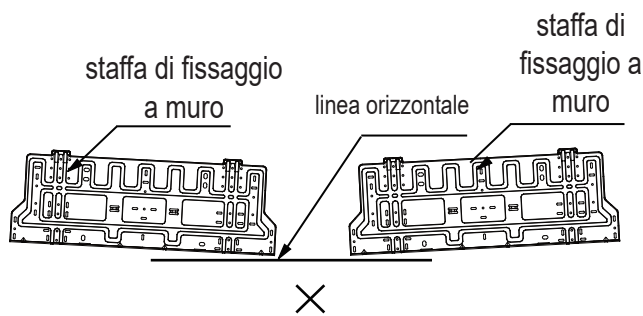

fig. 6
- Avvitare a muro la piastra di fissaggio come riportato in "fig. 6".
- Installazioni errate come negli esempi di "fig. 6" non consentono un corretto funzionamento del ventilconvettore.